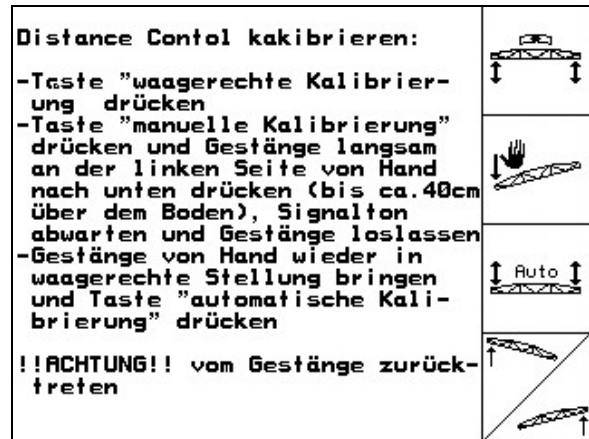

Fig. 30
1. Funktionsfeld  (Fig. 30) betätigen, um die automatische Kalibrierung zu starten.